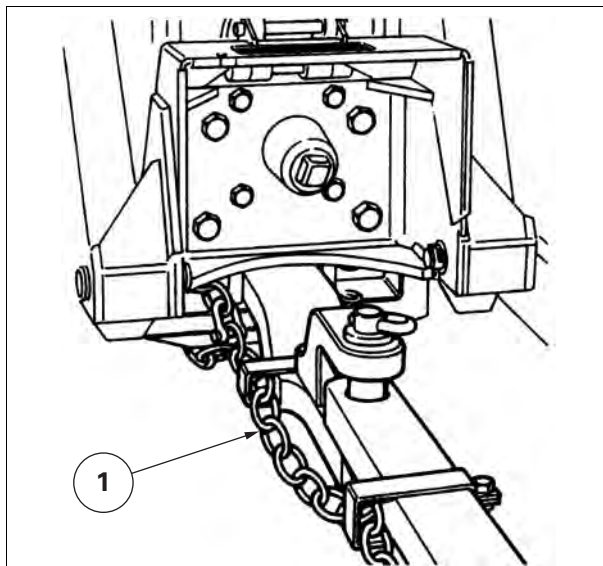

Fig. 9.
- De acuerdo con la legislación vigente, todo implemento de tractor debe estar conectado a éste mediante una cadena de seguridad ((1)). .fig. 9